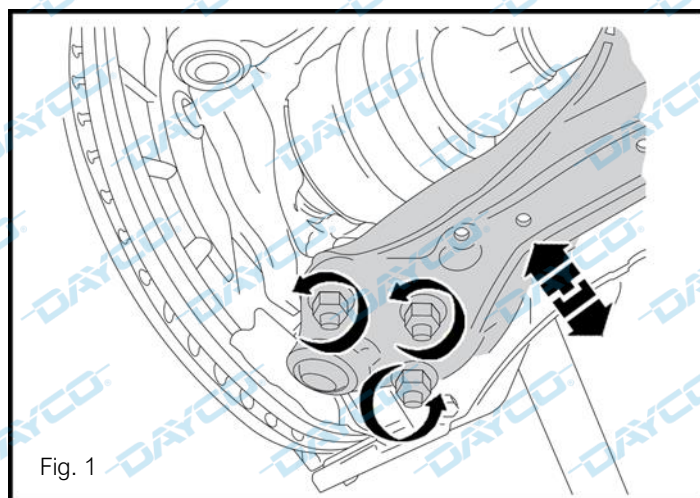

Fig. 1
- Svitare i dadi indicati. (Fig. 1)